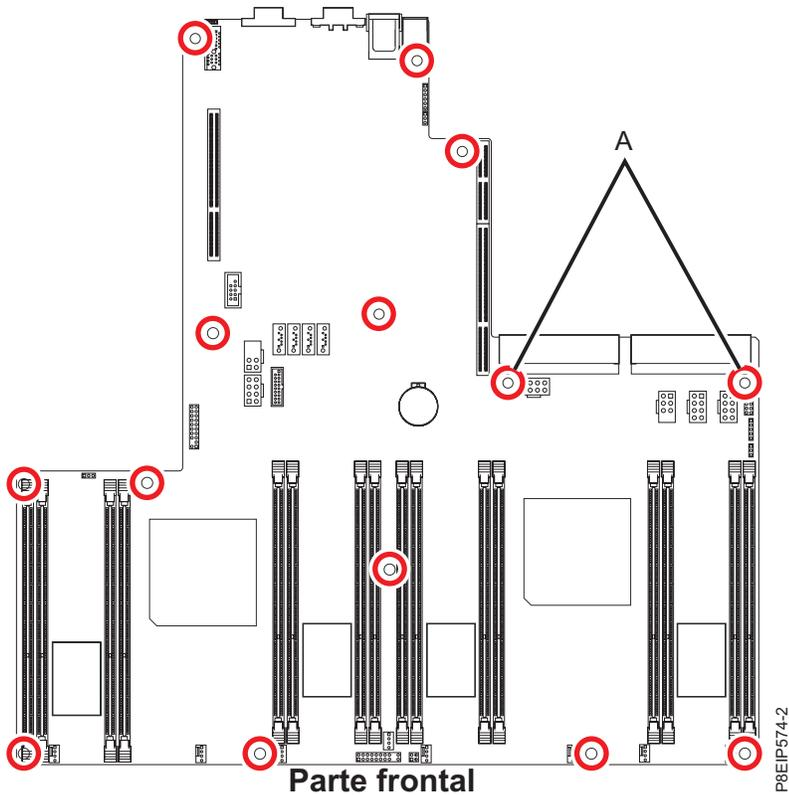

Figura 58. Ubicaciones de los tornillos. Los dos tornillos en (A) son negros y ligeramente más largos.
13. Alinee y atornille los 14 tornillos en la placa posterior del sistema. Las ubicaciones de los tornillos se muestran en la Figura 58 en la página 54.